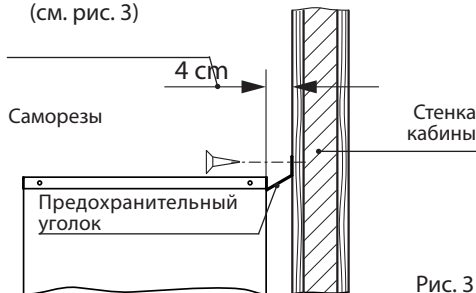

Рис. 3
- С задней стороны поместить предохранительный уголок по центру под кожухом печи и зафиксировать его на стенке кабины с помощью двух саморезов (см. рис. 3)
Сначала выберите способ крепления согласно (рис. 3 - рис. 5).